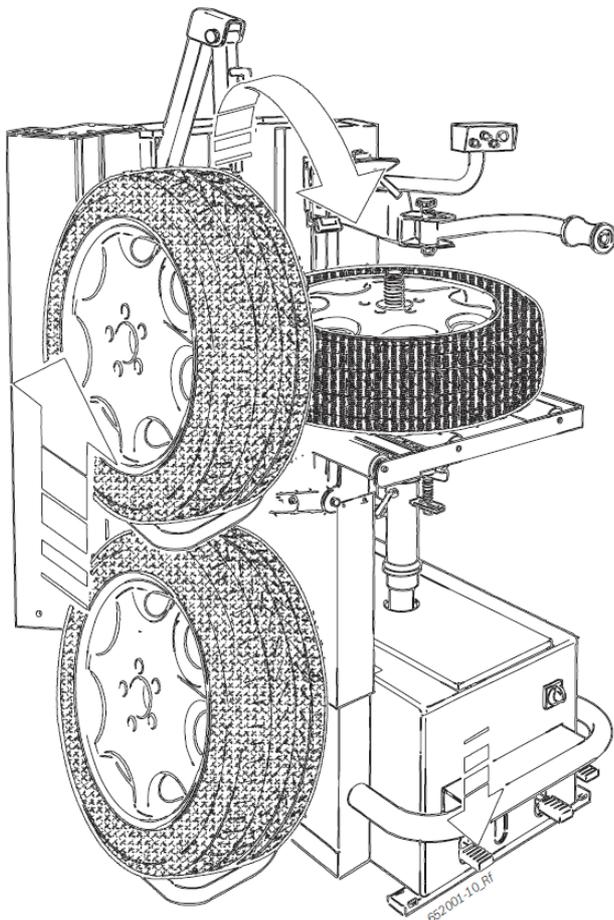

Рис. 3. Поднимите колесо и сдвигайте его вправо.
4. Поднимите при помощи педали для колесного подъемника колесо до верхнего конечного упора (рис. 3).